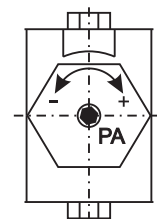

Рисунок 5
- Регулирующим винтом "РА" на торце доводчика (рисунок 5), используя таблицу 1, отрегулируйте мощность пружины.
2. Регулирующим винтом "PA" на торце доводчика (рисунок 5), используя таблицу 1, отрегулируйте мощность пружины.